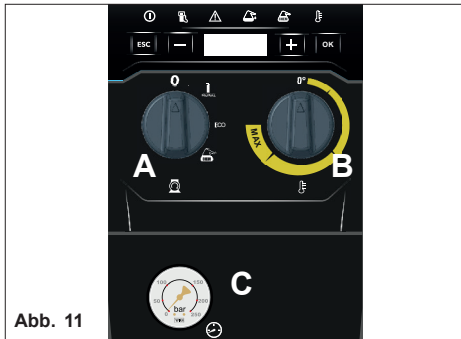

Abb. 11
**N.B. Um die Anzeigen der rückzusetzen, muss der Hauptschalter "A" auf "0", und dann auf "I" gedreht werden (Abb. 11).**